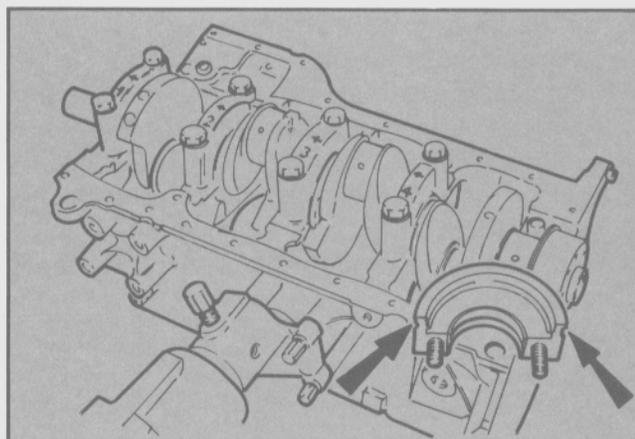

Fig. 39 - Zonas de aplicación del compuesto sellador
- Instalar las tapas de bancada con los cojinetes lubricados. Antes de instalar la tapa de bancada trasera, cubrir las superficies de contacto con compuesto sellador. Comprobar que los semianillos de empuje queden colocados en el cojinete central (Fig. 39).